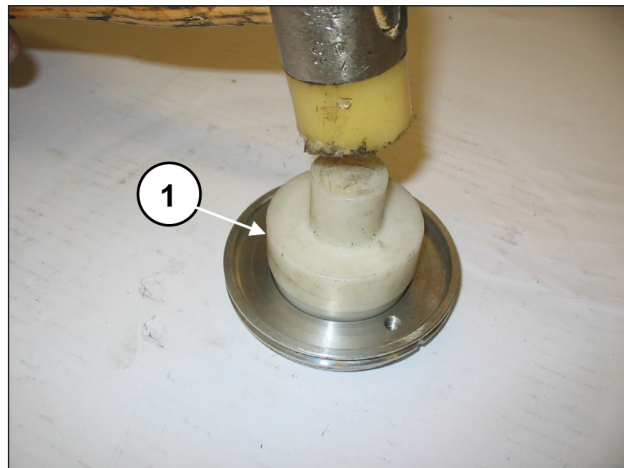

Fig. 94
Montare l'anello di tenuta radiale nel coperchio paraolio (pos. ①, Fig. 94) mediante l'utilizzo di un tampone cod. 27910900.